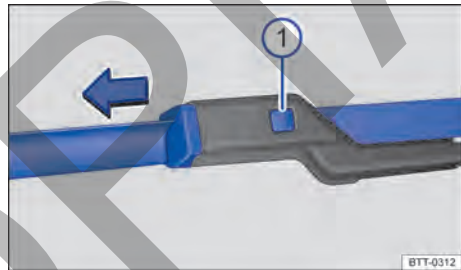

Fig. 160 Cambio de las escobillas limpiacristales del parabrisas.
- Mantenga presionada la tecla de desbloqueo → fig. 160 ① y tire al mismo tiempo de la escobilla en el sentido de la flecha.